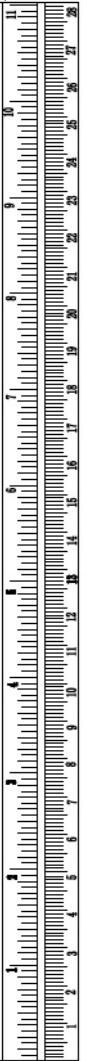

Fig.1
1.- Coloque el soporte inferior trasero (1), el soporte trasero (3) y el soporte inferior (2) y atorníllelos usando los tornillos (34), las arandelas (24) y las tuercas (25), Fig.1. No apriete los tornillos completamente.
Sítue el soporte (8) y atorníllelo al soporte inferior (2) usando los tornillos (33), las arandelas (24) y las tuercas (25), Fig.1. No apriete los tornillos completamente.
- 1.- Position the rear bottom frame (1), the rear frame (3) and the bottom frame (2) and fix them together using the screws (34), the washers (24) and the nuts (25), Fig.1. Do not fully tighten the screws.
Position the support (8) and fix it to the lower support (2) using the screws (33), the washers (24) and the nuts (25), Fig.1. Do not fully tighten the screws.